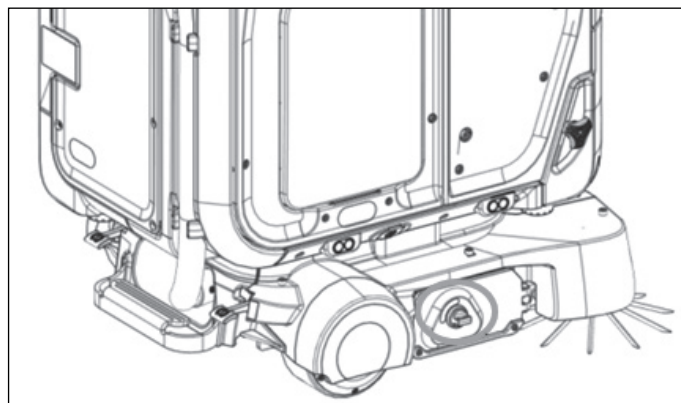

Abbildung 70
1. Drehen Sie den Knopf auf der rechten Seite des Roboters gegen den Uhrzeigersinn, um die Bürstentür zu öffnen **(Abb. 70)**.